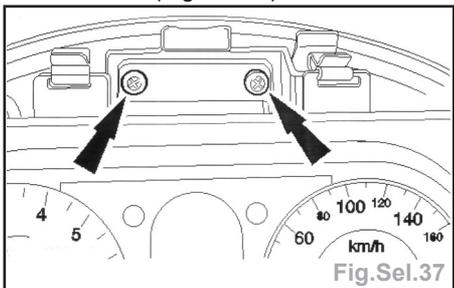

Fig.Sel.37
- Déposer le panneau de finition de combiné des instruments, détacher le combiné des instruments de la planche de bord (flèches), débrancher le connecteur et déposer le combiné des instruments (Fig.Sel.37).